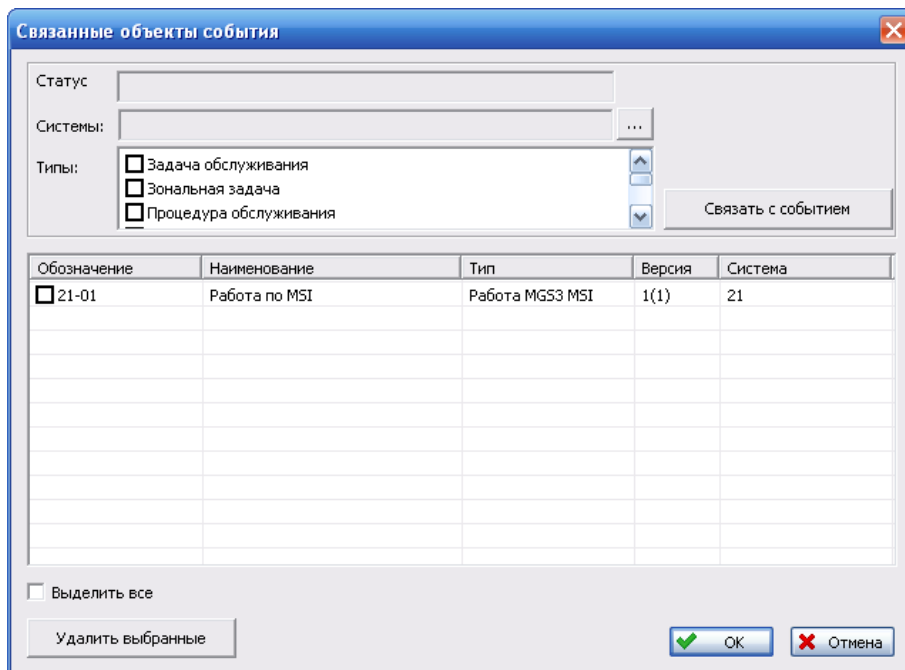

Рис. 21-7
- В окне **Связанные объекты события** в таблице будут представлены объекты БД, связанные с событием (рис. 21-7).